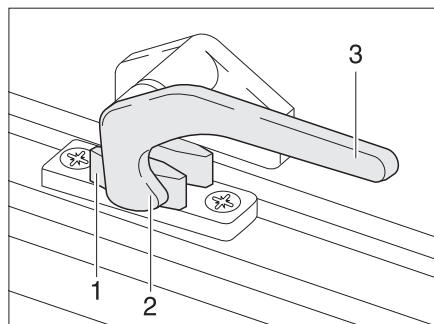

Bild 34 Verriegelungshebel in Stellung "geschlossen"
- Den Verriegelungshebel (Bild 34,3) eine viertel Umdrehung zur Fenstermitte hin drehen.
- Den Verriegelungshebel (Bild 34,3) eine viertel Umdrehung zum Fenster- rahmen hin drehen. Die Verriegelungsnase (Bild 34,2) liegt auf der Innenseite der Fensterverriegelung (Bild 34,1).
- in Stellung "fest verschlossen" (Bild 34)